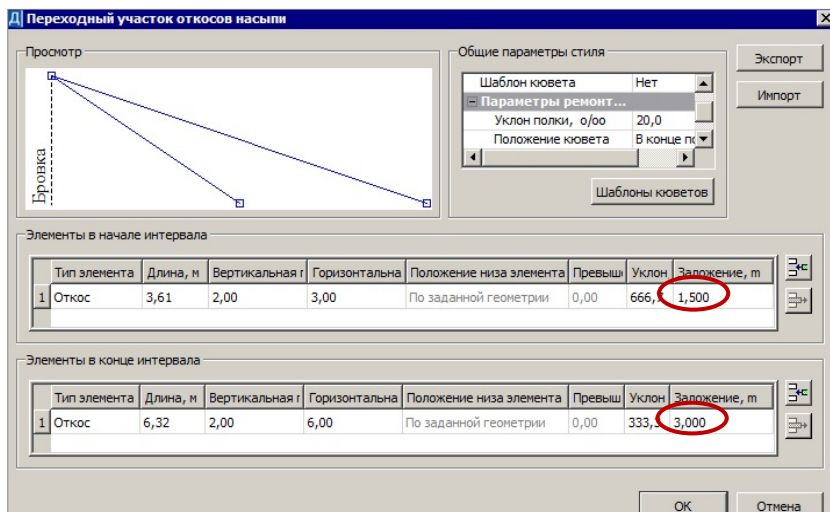

Рис. 17.5
- в поле строки **Параметры стиля** открыть диалог **Переходной участок откосов насыпи/ выемки** и задать конструкцию откосов в начале и в конце этого участка (рис. 17.5).
Например, для откосов насыпи заложение откосов в начале интервала **1,5**, а в конце **3,0** (рис. 17.5).
Сохранить отредактированные стили в качестве разделяемых ресурсов можно при помощи кнопки **Экспорт** (рис. 17.5).